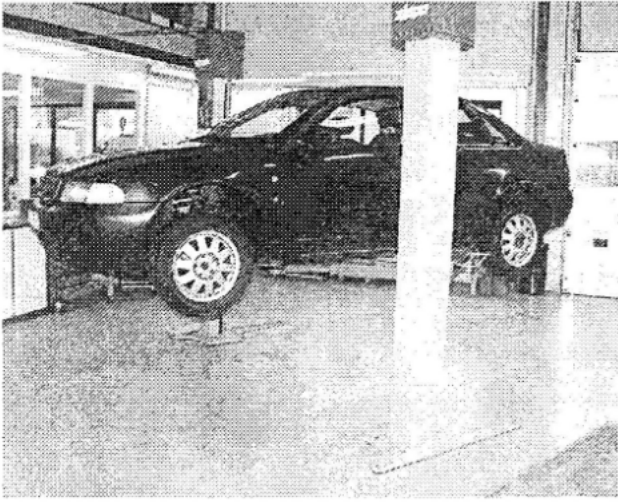

Рисунок 6
2. Поднимите машину на рабочую высоту (рис.6).